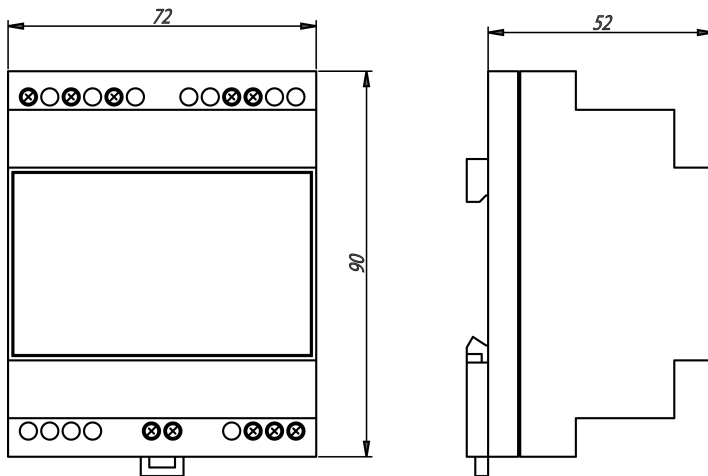

Рисунок 4.2 – Габаритный чертеж прибора
1. Подготовить место на DIN-рееке для установки прибора (см. рисунок 4.2).